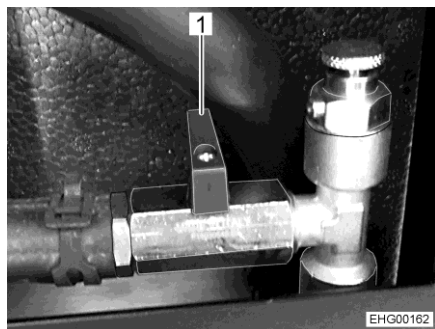

Fig. 168 Grifo esférico (cerrado)
- Ajustar la palanca (Fig. 168,1) transversalmente a la tubería.